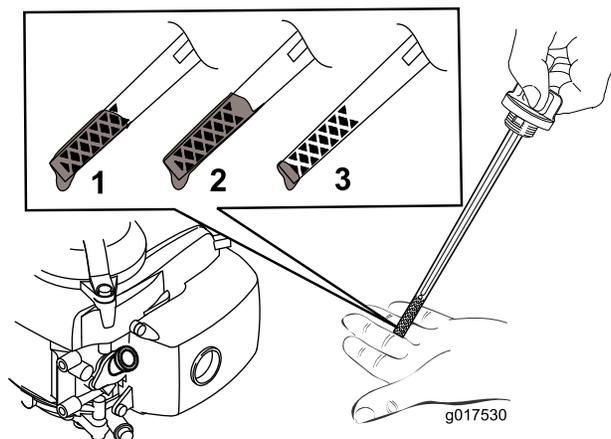

Figura 10
2. Retire a vareta rodando-a no sentido contrário ao dos ponteiros do relógio e puxando-a para fora (Figura 10).
5. Leia o nível de óleo na vareta (Figura 10).
- Se o nível de óleo na vareta estiver demasiado baixo (Figura 10), deite cuidadosamente uma pequena quantidade de óleo mineral multigrav SAE 10W-30 com uma classificação série API ou SJ ou superior para o tubo de enchimento de
- Se o nível de óleo na vareta estiver demasiado alto (Figura 10), drene o óleo em excesso até que o nível de óleo na vareta se encontre no nível correto; consulte Substituição do óleo do motor \(página 16\).